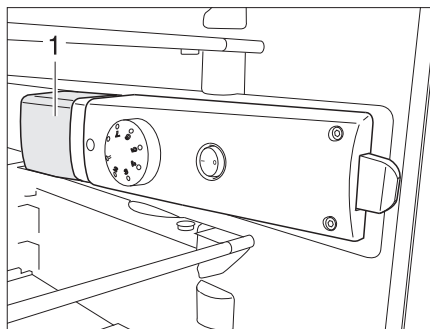

Fig. 370 Lámpara de frigorífico
- Agarrar atrás abajo la tapa de la lámpara (Fig. 370,1) y levantarla aprox. 3 mm.